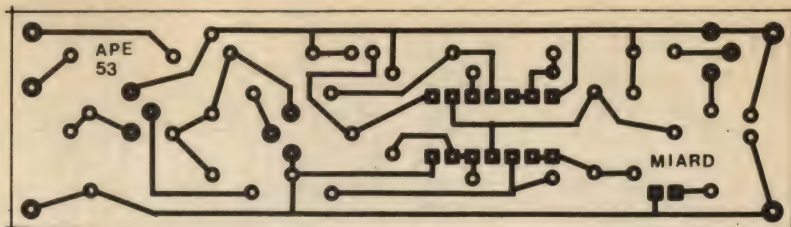

Fig.2
- FIG. 2 - LAY OUT DO CIRCUITO IMPRESSO ESPECÍFICO - Longo e estreito, como convém ao formato final do MIARD, o Impresso é de fácil realização (mesmo por quem ainda não tem muita prática...), devido ao baixo índice de "congestionamento", e desenho geral "descomplicado"... É só copiar diretamente o diagrama (que está em tamanho natural), confeccionando a placa definitiva com as técnicas já descritas um "bostilhão" de vezes, aqui mesmo em APE... Não se esqueçam, porém, de conferir muito bem a plaquinha, após a confecção e limpeza, corrigindo desde logo eventuais falhas, lapsos, "curtos", essas coisas... Qualquer "remendo" na placa - enfatizamos - é sempre de fácil implementação **antes** das peças serem inseridas e soldadas... **Depois**, são outros quinhentos...